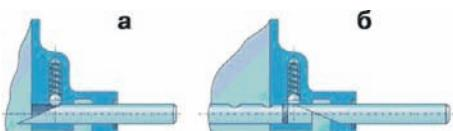
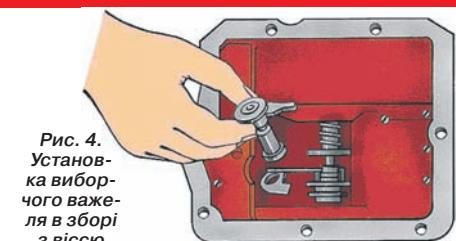

Рис. 1. Пристосування для складання штоків і фіксаторів: а – складання фіксатора; б – установка штока
Рис. 4. Установка виборчого важеля в зборі з віссю
7. Вставте в кришку з боку, протилежного фіксатору, шток вилки заднього ходу, встановіть на шток вилку і, утопивши кульку за допомогою пристосування (рис. 1), установіть шток на фіксатор нейтрального положення; таким же чином установіть послідовно всі штоки і вилки, починаючи з штока заднього ходу. Між штоками закладіть замкові штифти.
4. Встановіть виборчий важель в зборі з віссю (рис. 4) у корпус кришки так, щоб важель увійшов до паза муфти перемикання. Застопоріть важель до паза муфти перемикання (див. (рис. 1).
5. Переверніть бічну кришку обробленим фланцем вгору і вставте в гнізда фіксаторів пружини і кульки штока III і IV передач і штока заднього ходу за допомогою пристосування (див. (рис. 1).
6. Встановіть вилку заднього ходу на шток з боку, протилежного фіксатору, і, утопивши кульку фіксатора (рис. 5) у корпус кришки за допомогою пристосування (див. (рис. 1), встановіть шток в нейтральне положення. Так послідовно зберіть всі штоки (рис. 6) і вилки. Між штоками встановіть замкові сухарі.